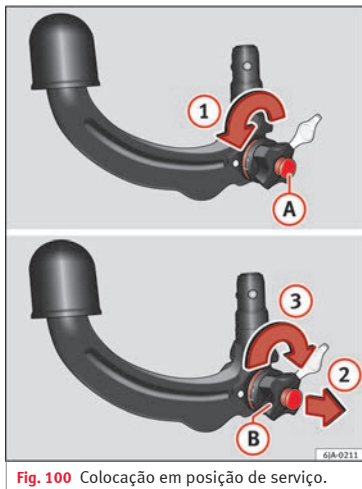

Fig. 100 Colocação em posição de serviço.
- Rode a chave (A) no sentido da seta (1) até ao limite » Fig. 100.
- Com a mão direita retire a roda manual (B) para fora no sentido da seta (2) e rode-a no sentido da seta (3) até ao limite.